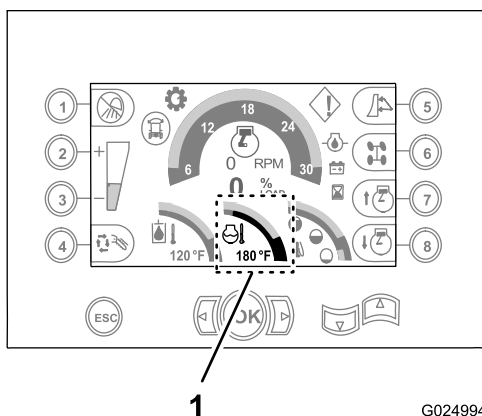

Figura 108
- C. Opere o motor durante 5 minutos ou até o indicador de temperatura do líquido de arrefecimento na tela da central de comando indicar 82 °C (180 °F) e, em seguida, desligue o motor (Figura 108).